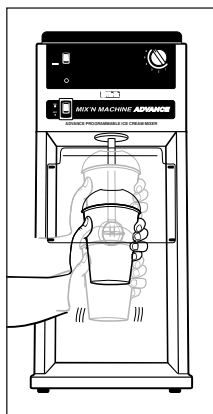

Рисунок 4
6. Плавнo двигая чашку вверх и вниз, делайте круговые движения вокруг вращающейся мешалки, захватывая края чашки. (если мороженое твердое, это нужно делать медленно.) Выработайте собственную технику для достижения желаемой консистенции готового продукта. Мешалка частично разобьет твердые ингредиенты. Однако, она не предназначена для полного их измельчения, поэтому в готовом продукте будут присутствовать кусочки ингредиентов. См. Рисунок 4.